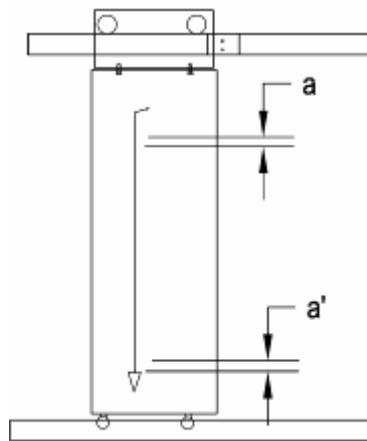
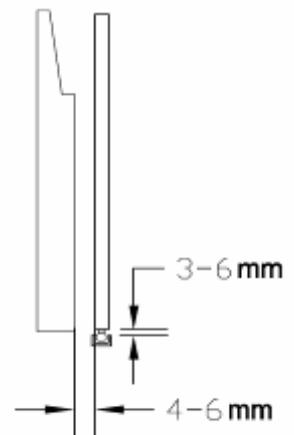

图 4
图 5
- ① 将塑封包中的门滑块安装到轿门板上。
- ② 将轿门板连接到挂板上，拧紧螺栓。
- ③ 调整挂板的垂直度，如果挂板倾斜，可在挂板与门板连接处插入塞片，见图 4。
- ④ 调节下靠轮与导轨的间隙至 $0.1 \sim 0.3 \text{mm}$ 。
- ⑤ 调整两块门板的垂直度及门板与轿厢前壁、轿地坎的间距，见图 4 及图 5。